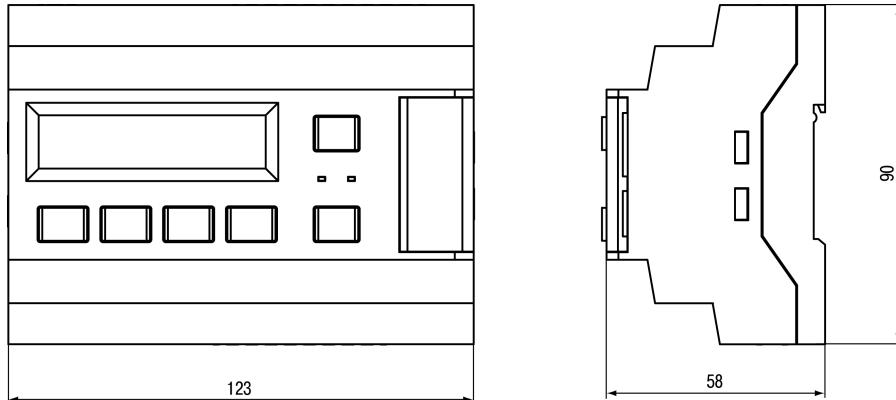

Рисунок 8.2 – Габаритный чертеж прибора
- Подготовить на DIN-рейке место для установки прибора в соответствии с размерами прибора (см. рисунок 8.2).